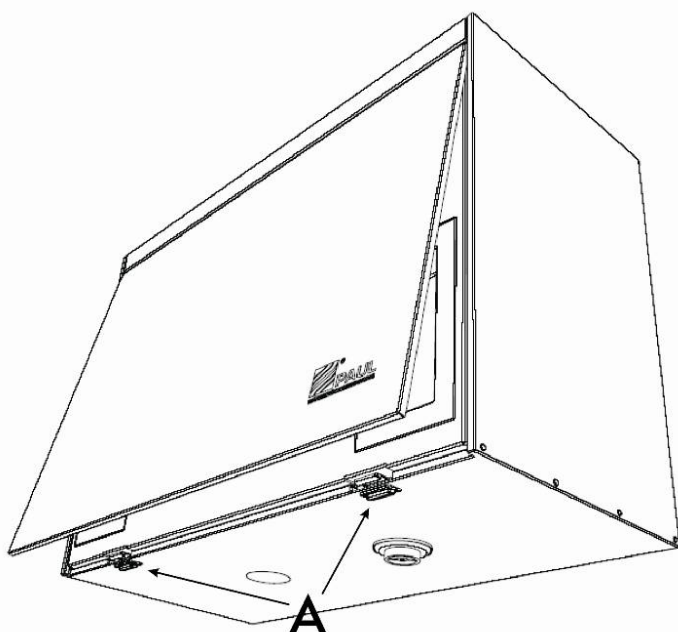

図 30 スプリングロックを押す
3. 図 30 にならい、隅から表面カバー板を最大 15 度開けます。